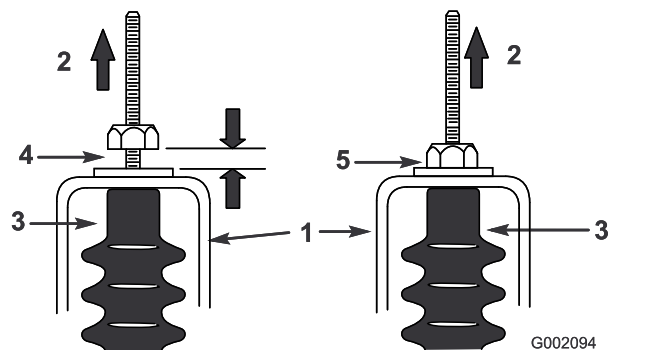

Figura 62
5. Puxe cada cabo de mudança para se certificar de que existe folga de 0,76 a 1,52 mm entre a porca/anilha e o suporte neutro (Figura 62).